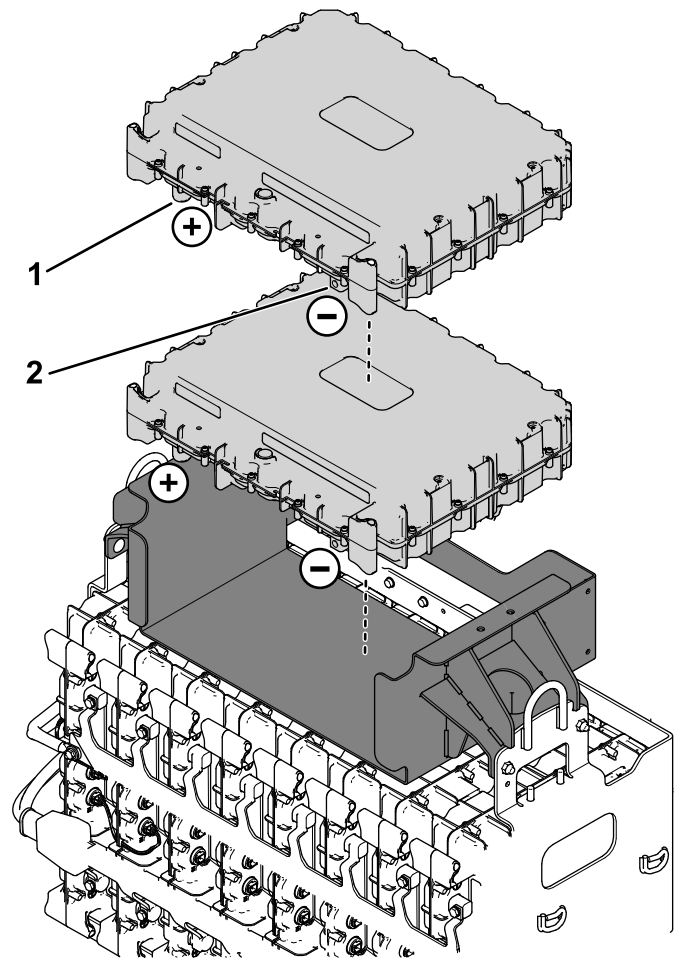

Figura 2
1. Posizionate le 2 batterie nella base delle batterie (Figura 2).